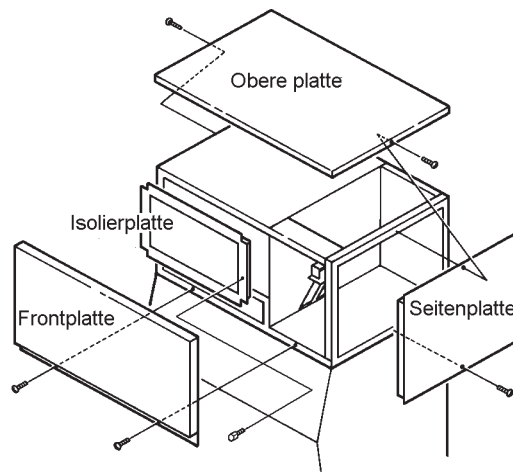

Abb. 1
2. ABNAHME DER PLATTEN – Siehe Abbildung 1